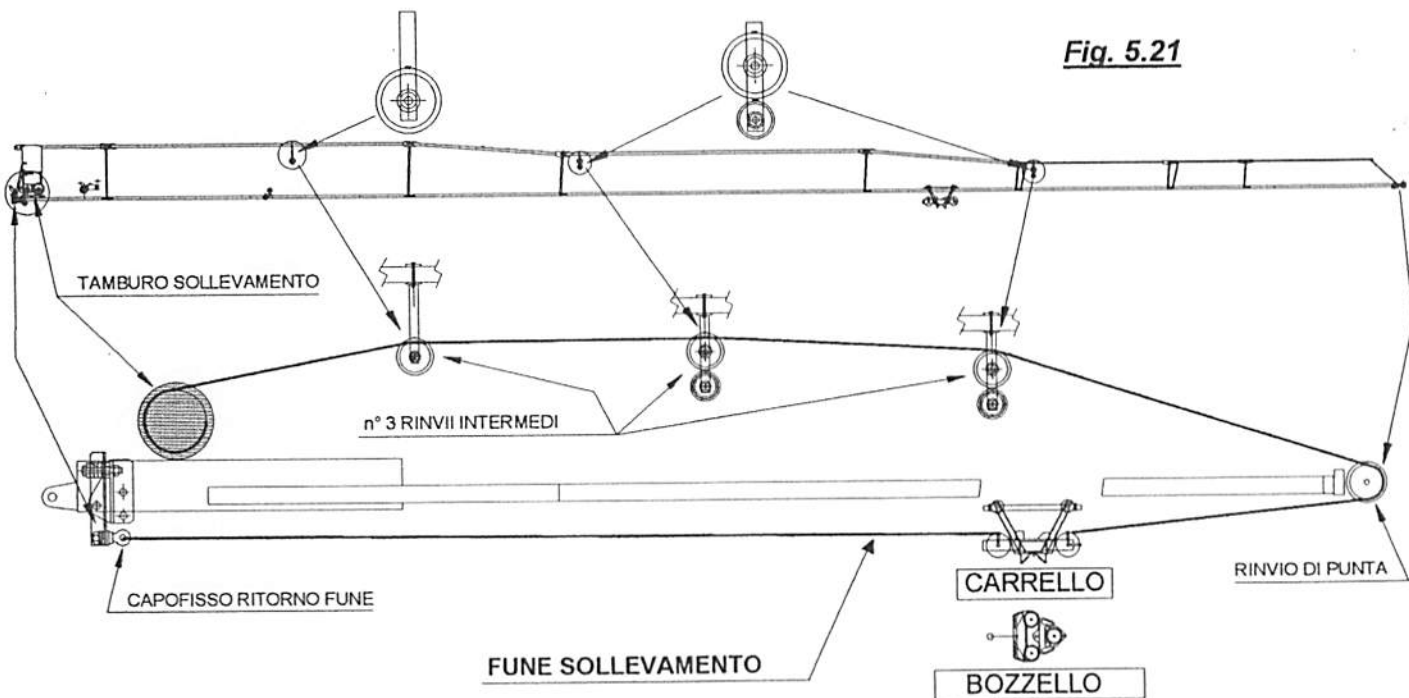

Fig. 5.21
- Effettuare i passaggi indicati alla *Fig. 5.21* della fune nelle carrucole. La sequenza ottimale per eseguire il giro è descritta qui di seguito.